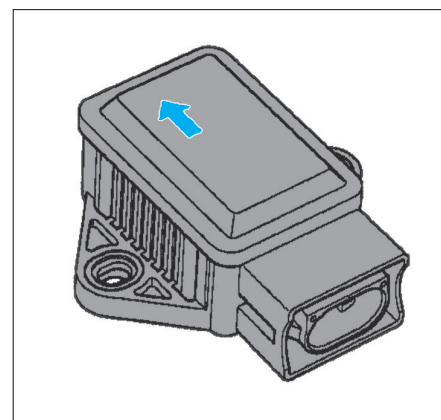

FIG. 23
- orienter la flèche sur le capteur (Fig.23) vers l'avant du véhicule (sens d'avancement).